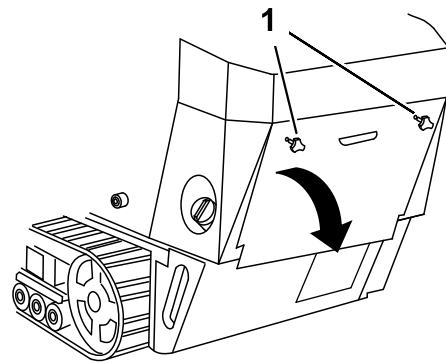

Figure 3
1. Dévissez les 2 boutons à tige filetée qui fixent le couvercle d'accès arrière à la machine (Figure 3).
2. Basculez le couvercle d'accès arrière vers le bas (Figure 3) et déposez-le pour accéder aux composants internes.